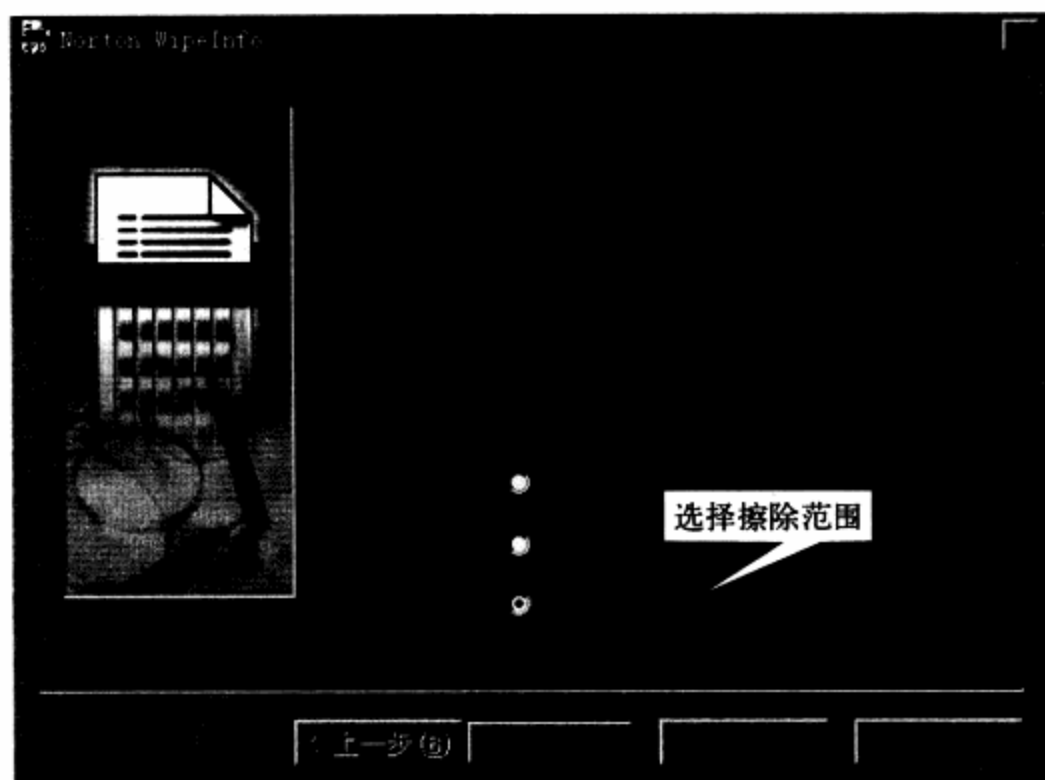

图14-13 擦除范围选择菜单
**步骤 02** 在Windows 98中启动WipeInfo后，屏幕上将出现如图14-13所示的擦除范围选择菜单。该菜单中有3个选项：Files（文件）、Folders（文件夹）和Free space（空闲空间），用户可根据情况进行选择。该框图的实例是选择对磁盘的“空闲空间”
**步骤 03** 在图14-13中选择擦除范围后，单击“下一步”按钮，屏幕上将出现如图14-14所示的擦除磁盘选择菜单。单击图框中的“↑”或“↓”符号按钮选择盘符，待要擦除的盘符出现在框内后，再单击该盘符左边的小圆圈，使圈内出现小黑点。该框图中的实例是选择要擦除E盘。